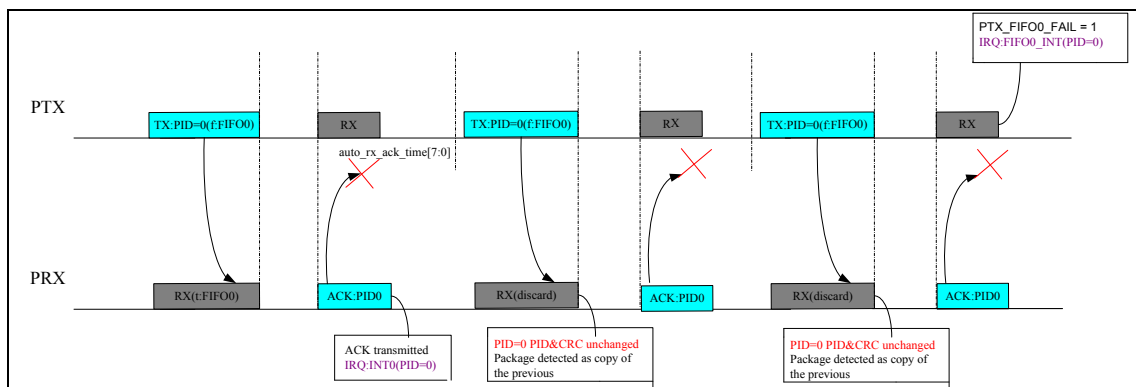

图 14-6 PTX 自动重传情况 3 中断示意图(重发超时, 重发次数为 2)
- ◆ PTX 如果在 AUTO_RX_ACK_TIME 时间内没有成功接收到 PRX 发送的 ACK 信号, PTX 将自动重传上一个数据包。如重传次数超过设定次数 RE_TX_TIMES 加 1 (MISC0 寄存器的 Bit11-Bit8), INT 寄存器中的 INTn 中断标志位与 FIFO 发送指示位 PTX_FIFO_n_FAIL (FIFOCTRL 寄存器的 Bit15) 将同时置 '1' 指示发送失败 (详见图 14-4 至图 14-6)。